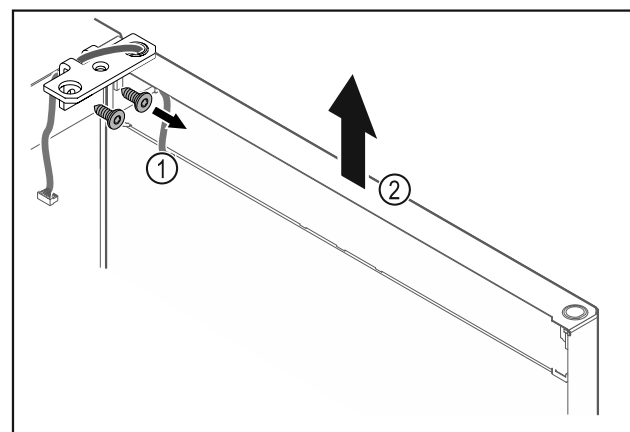

Fig. 16
- Skruva av gångjärnsfästet Fig. 16 (1).
- Lyft dörren rakt uppåt med gångjärnsfästet Fig. 16 (2) ca 200 mm och ta av den.